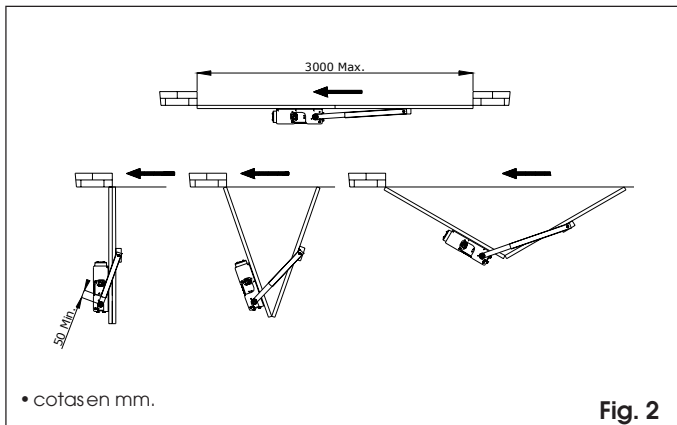
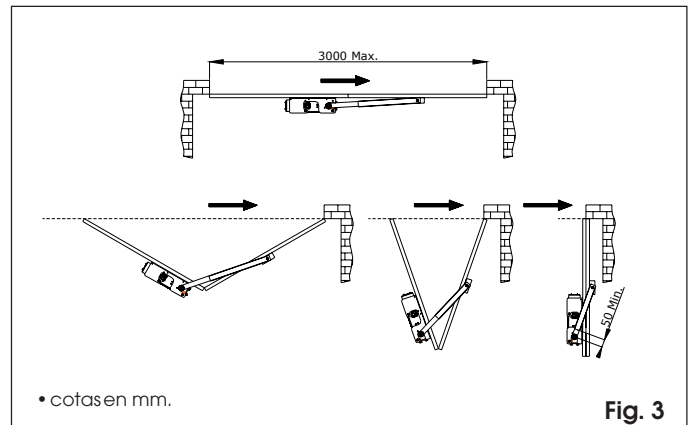
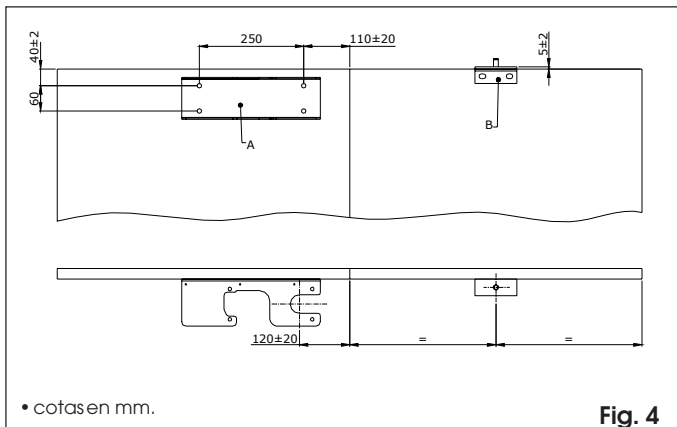

Fig. 2
Fig. 3
Fig. 4
- 1) Es preciso instalar el operador en la hoja embisagrada directamente en la pilastra (fig. 2) o, con el portal abierto, si el espacio que queda detrás del portal no basta para el operador, es preciso instalarlo en la hoja más externa (fig. 3). En ambos casos valen las cotas de instalación indicadas en la fig. 4.
indicadas en la fig. 4 y soldarla, o asegurarla a la hoja con n.4 tornillos.
- 3) Establecer la posición en la mitad de la segunda hoja y colocar el elemento angular con perno B, soldarlo o asegurarlo con n.2 tornillos ajustándose a las cotas indicadas en la fig. 4.
- 8) A ser necesario, acortar la vaina lo suficiente para cumplir con la cota de 50 mm. indicada en las fig. 2 y fig. 3. Nota bien: vaina y elemento interno tienen que ser largos igual.